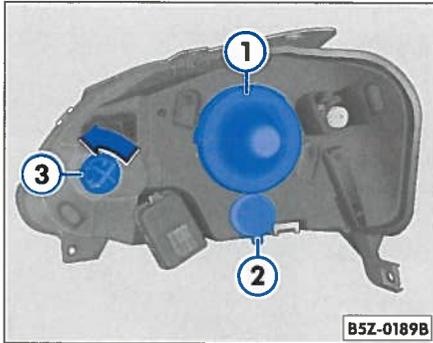

Abb. 117 Übersicht der Lampen
- Drehen Sie die Fassung ⇒ Abb. 117 ③ in Pfeilrichtung über die „Verrastung“ und ziehen Sie sie aus dem Scheinwerfergehäuse.